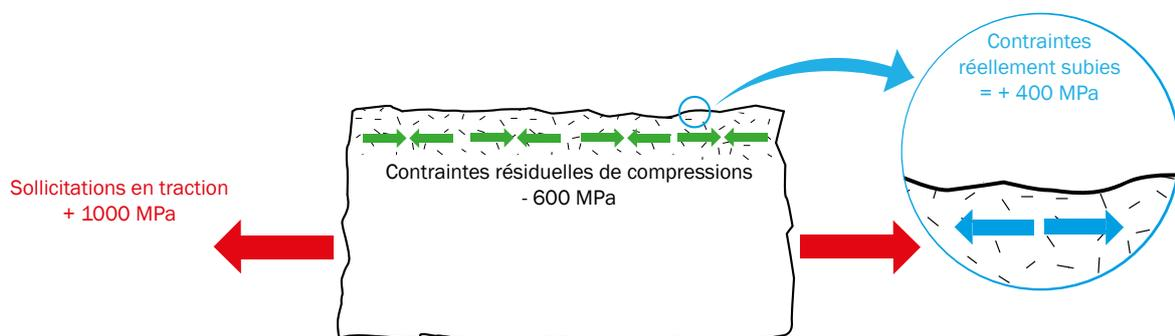

Figure 1 : Addition des contraintes résiduelles et de service
- Après sa mise en service, les contraintes résiduelles présentes en fin de fabrication s'ajoutent aux sollicitations mécaniques extérieures (figure 1). Elles ont donc une influence sur la durée de vie de la pièce.